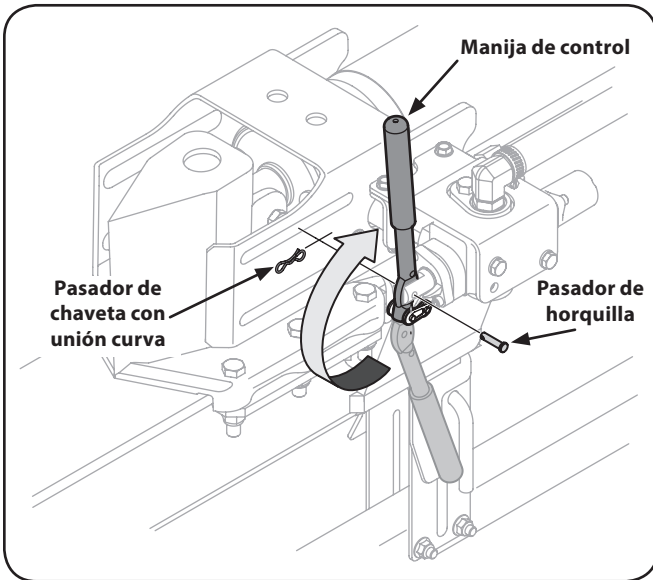

Figura 3-8
1. Extraiga el pasador de horquilla y el pasador de chaveta con unión curva de la manija de control. Consulte la Figura 3-8.
2. Rote la manija de control hasta la posición de operación y sujétela con el pasador de horquilla y el pasador de chaveta con unión curva que se extrajeron en el paso 1. Consulte la Figura 3-8.